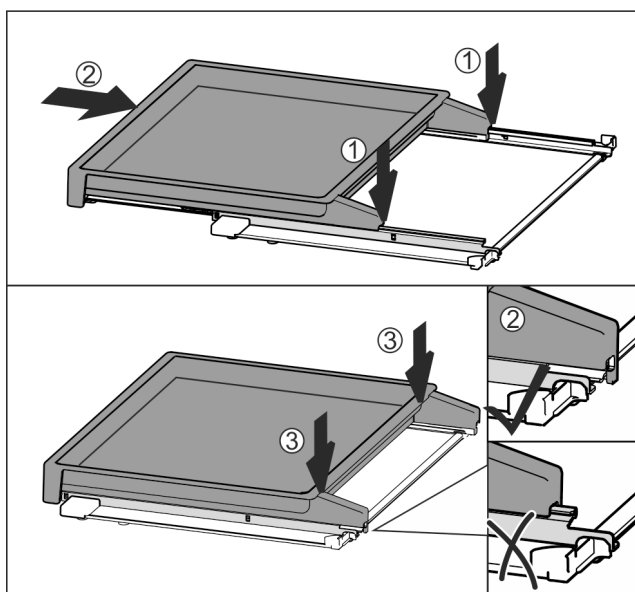

Fig. 113
- Mittig auf Schienen aufsetzen Fig. 113 (1).
- Auszugsbord vollständig einschieben Fig. 113 (2).
- An hinterer Seite drücken bis es hörbar einrastet Fig. 113 (3).